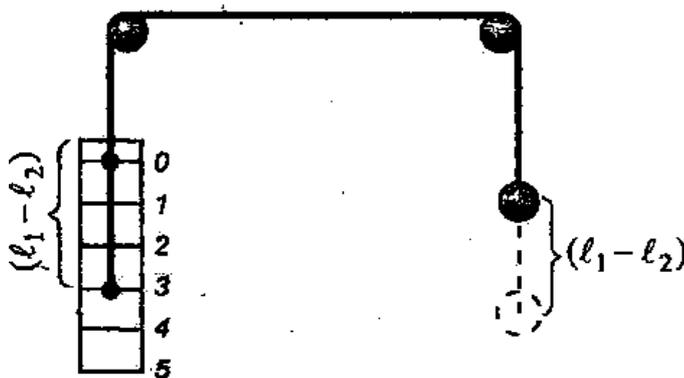

Рис. 1.
Нить маятника через блок закрепляется на шкале с делениями (см. рис. 1), причем длину маятника можно изменять, меняя точку закрепления нити по шкале. Изменение длины маятника равно разности показаний делений по шкале.
1. Определяют с помощью секундомера время 20 полных колебаний маятника и вычисляют период колебания маятника  $T_1 = \frac{t_1}{N}$ . Отмечают положение нити на шкале  $\ell_1$  (рис. 1).